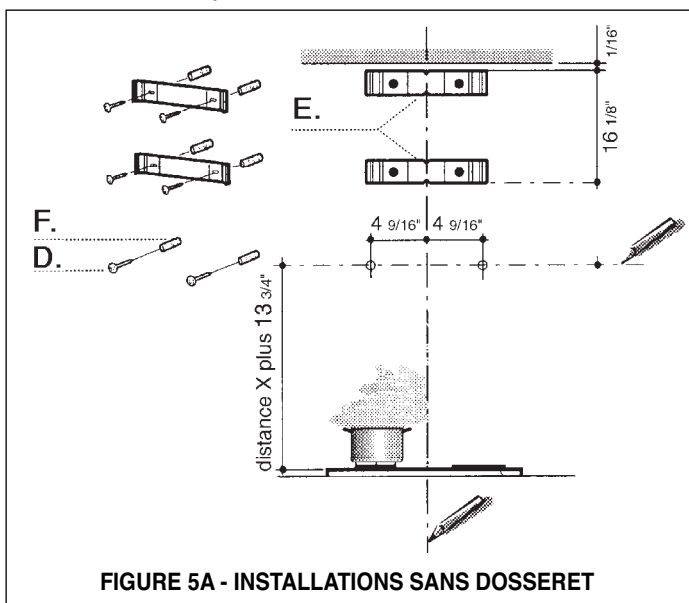

FIGURE 5A - INSTALLATIONS SANS DOSSERET
3. Déterminer la distance entre la hotte et la table de cuisson (**distance X de la FIGURE 4A ou 4B**). Marquer la ligne horizontale la hauteur de **distance X plus 13 3/4 po** (**de la FIGURE 5A - INSTALLATIONS SANS DOSSERET**).
4. Poser le **FIXATION DE CHEMINÉE (E)** sur le mur 1/16 po du plafond. Aligner son centre (découpes) sur la ligne vertical de repère. Marquer les centres des trous de le **FIXATION DE CHEMINÉE**.
5. Poser l'autre **FIXATION DE CHEMINÉE (E)** sur le mur 16 1/8 po sous le fixation de cheminée supérieure. Aligner son centre (découpes) sur la ligne vertical de repère. Marquer les centres des trous de le **FIXATION DE CHEMINÉE**.
6. Installer les **FIXATIONS DE CHEMINÉE (E)** au mur en utilisant les **VIS DE FIXATIONS (D)** fournies.
7. Les **VIS DE FIXATIONS (D)** pour la **HOTTE (A de la FIGURE 1)** doivent être insérées dans du bois solide. Marquer le mur sur la ligne horizontale 4 9/16 po de la ligne centrale sur le mur où la hotte sera installée (**de la FIGURE 5A ou 5B**) et installer les **VIS DE FIXATIONS** au mur. Ne pas installer complètement les **VIS DE FIXATIONS** au mur, en laissant un espace de 1/4 po entre le mur et la tête de la vis.